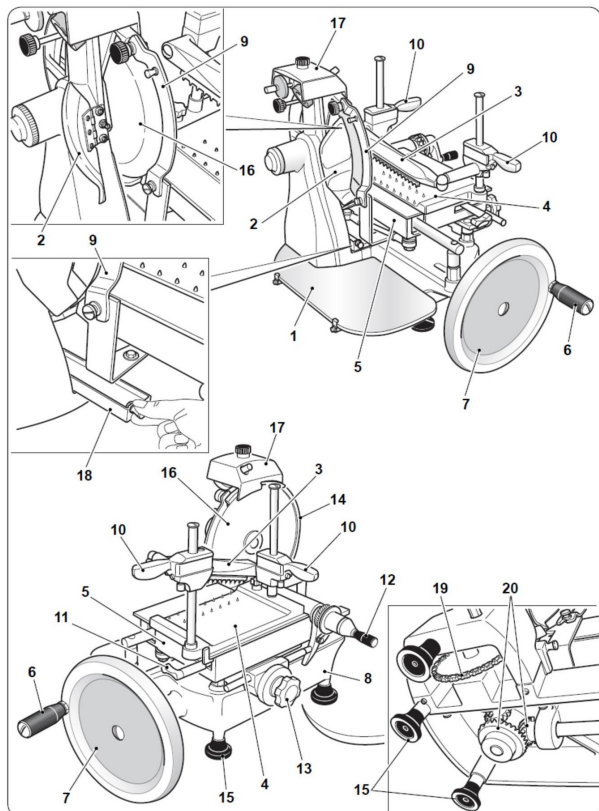

Fig. 2
- Limpie todas las piezas desmontadas y el cuerpo de la máquina sólo agua caliente (a una temperatura no inferior a 30°C) y un detergente lavavajillas biodegradable espumosa. Utilice un paño suave y esponjoso, si es necesario, un cepillo de nylon para las áreas de puntas del soporte de producto (Fig. 2, #4) y el empujador (Fig. 2, #3).
La base (Fig. 2, No.8) y las piezas pintadas se puede limpiar con un paño suave y evitando el uso de detergentes abrasivos.
ADVERTENCIA: SIEMPRE limpiar la hoja (Fig. 2, #16) con el protector de la hoja (Fig. 2, No.9) equipados.
No utilice detergentes para limpiar la hoja (Fig. 2, No.16).
- **Engrasar carril de guía de carro (Fig. 2, nº5) y el soporte del producto (Fig. 2, #4) y los puntos de lubricación.**
- **Engrasar la cadena (Fig. 2, #19) y el engranaje cónico (Fig. 2, No.20).**
- Afilar la hoja (Fig. 2, No.16) de forma periódica o por lo menos una vez cada 6 meses.
- Retire la bandeja de recogida de grasa (Fig. 2, #18) y el aceite de la boquilla (figura 29).
ADVERTENCIA: SIEMPRE trabajar con el protector de la hoja (Fig. 2, No.9) equipados adecuadamente.
- Girar el volante (Fig. 2, #7) mientras pulsa el botón "X" y llevar a cabo alrededor de 20 a 30 revoluciones blade.
- Girar el volante (Fig. 2, #7) de nuevo mientras pulsa el botón de "K" y realizar 1 ó 2 vueltas de hoja.
- Levante la máquina de cortar y aplicar 3 a 4 gotas de lubricante suministrado a la cadena (Fig. 2, #19) y los engranajes (Fig. 2, #20).
ADVERTENCIA: siempre consulte Omcan lo que respecta a la retirada y eliminación de la hoja (Fig 2, #16.) Por lo que la eliminación puede realizarse con total seguridad.